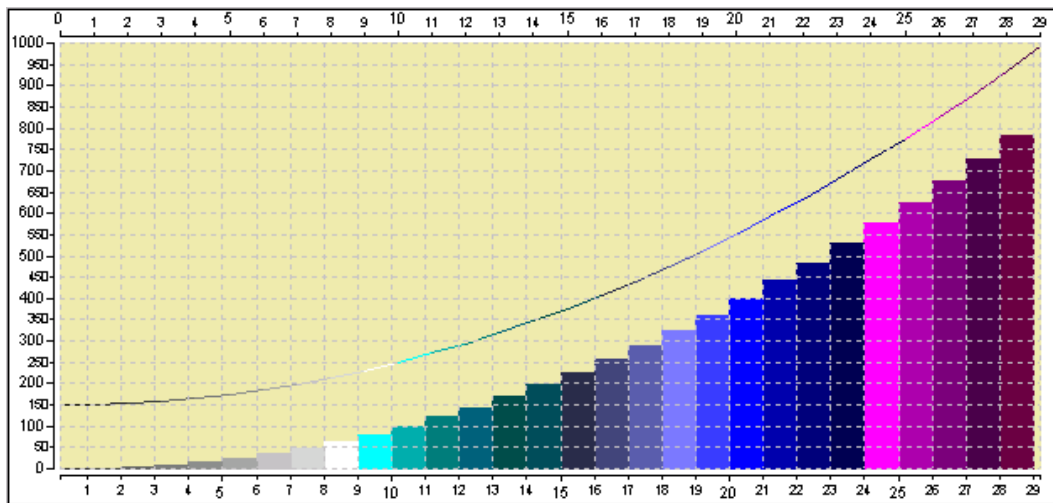

Рисунок 7.17 – XY-диаграмма с двумя графиками
XY-диаграмма  служит для схемы пар значений (X, Y), причём в противоположность к временной диаграмме допустимы также 2 значения (Y) для одного значения X (Рисунок 7.17).